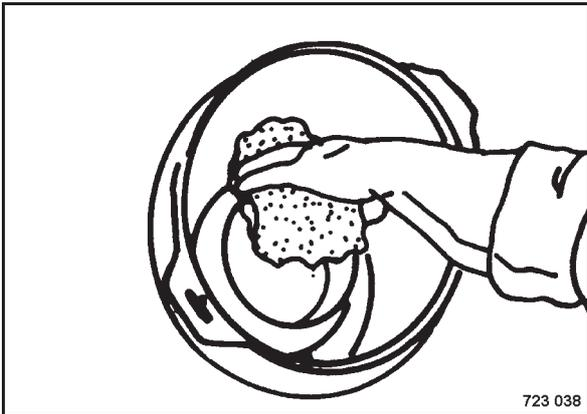

Bild 122
- Dichtfläche des Auslaßrohres (Bild 122) reinigen.